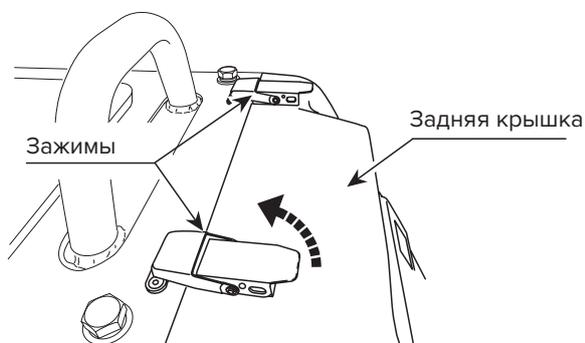

Рис. 50
1. Откройте зажимы по обеим сторонам сверху задней крышки. Снимите крышку (рис. 50).